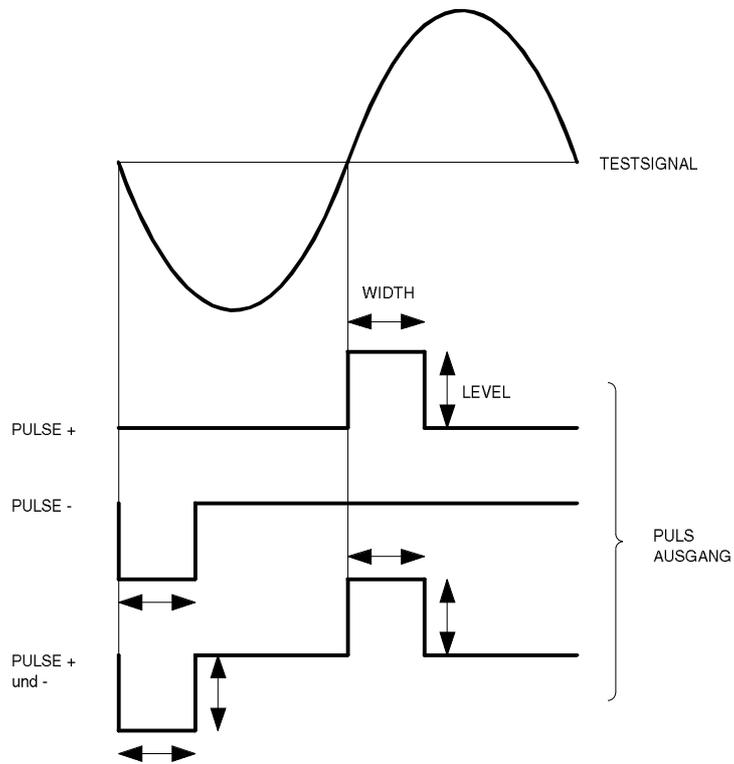

Abbildung 6, PULSE 1
**PULSE 1** Wählt ein pulsförmiges Signal mit einer Charakteristik wie in Abbildung 6. Der Puls beginnt im Nulldurchgang des Wechselfspannungs-Testsignals. Die Pulsbreite wird mit WIDTH, die Amplitude mit LEVEL bestimmt.